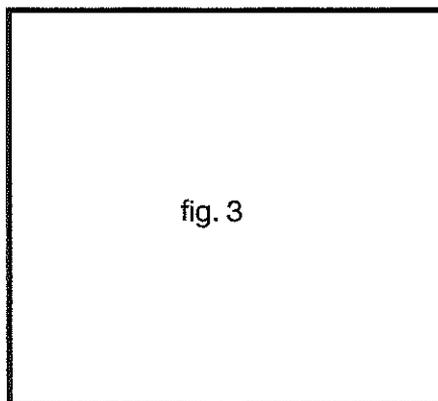

fig. 3
- 7) Con la MANIVELA DE GIRO DE LA RUEDA (fig. 3) se dan unas vueltas a la RUEDA MOTRIZ (derecha, mirando la máquina por detrás) hasta que todos los distribuidores saquen semilla.